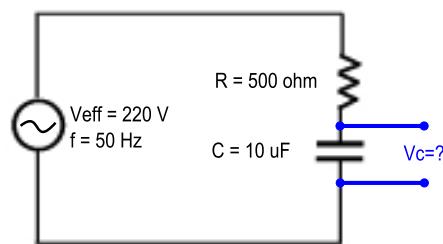

Abbildung 3.3: RC-Schaltung zur Aufgabe 3.2
3.2 ☞ *RC-Schaltung und komplexe Zahlen:* Es ist die RC-Schaltung aus der Abbildung 3.3 gegeben. Mit Hilfe komplexer Zahlen berechnen Sie die komplexe Spannung am Kondensator. Berechnen Sie den Betrag (Scheitelwert), den Effektivwert und die Phasenverschiebung der Kondensatorspannung gegenüber der Spannung der Quelle in Grad. *Hinweis:* Der Zusammenhang zw. Effektivwert und Scheitelwert ist durch die Gleichung $V_{eff} = \frac{V_{max}}{\sqrt{2}}$ gegeben.